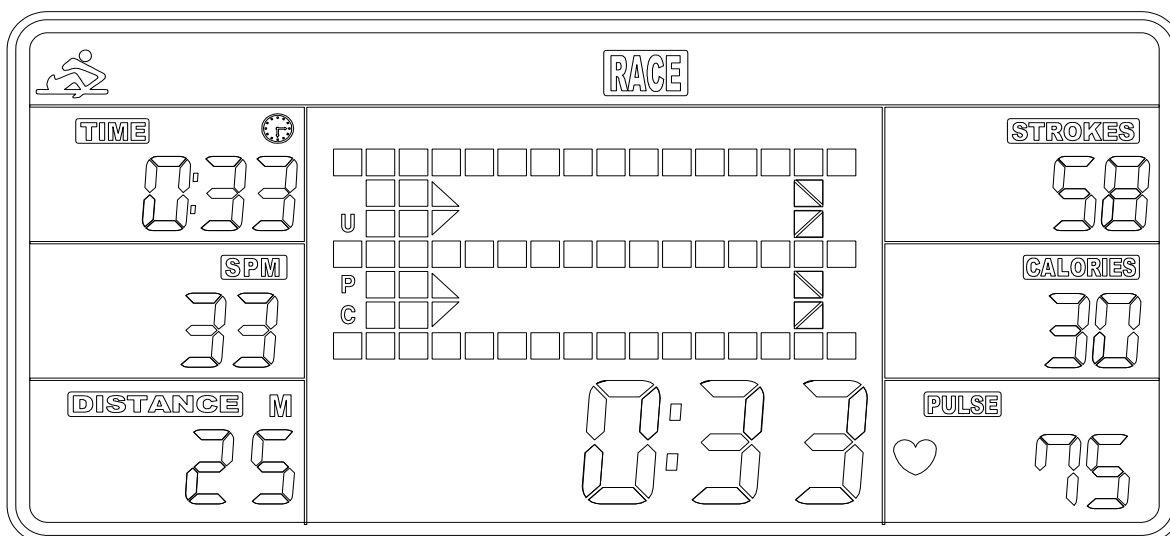
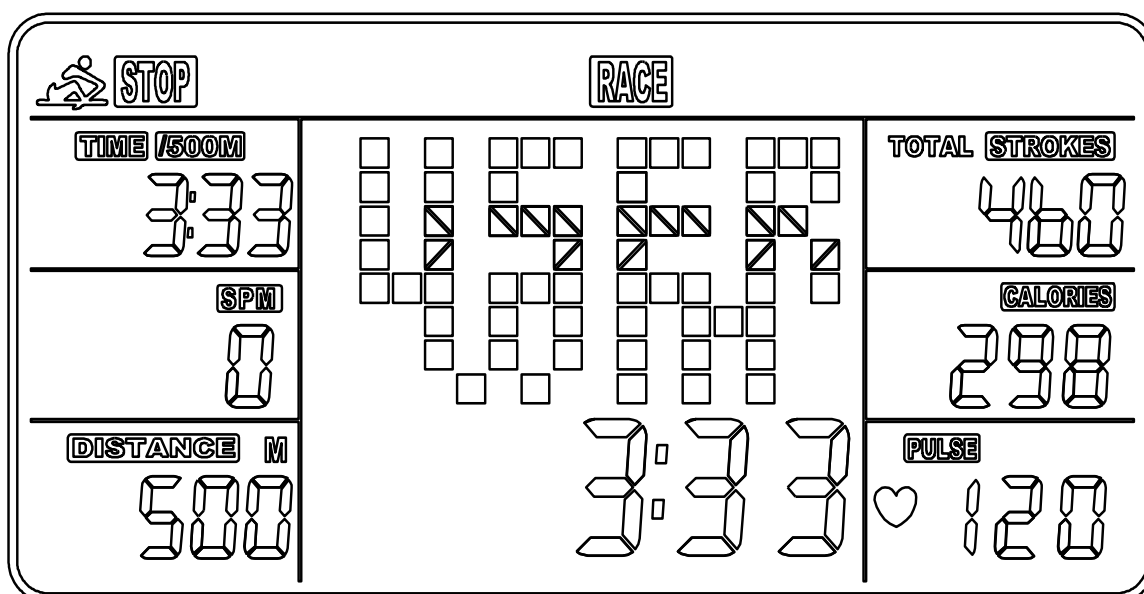

Abb. 6
Abb. 7
- a. Drücken Sie zum Starten die START-Taste und das STOP-Symbol wird ausgeblendet. USER und PC werden in der Matrix angezeigt (Abb. 6). Der Zähler stoppt, wenn entweder der Benutzer oder der Zähler die eingestellte Renndistanz erreicht hat. Anschließend zeigt die Matrix "PC WIN" oder "USER WIN" an (Abb. 7).